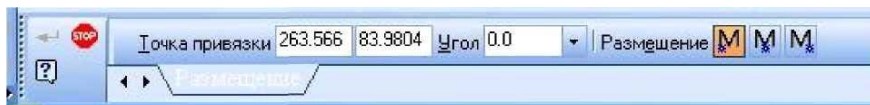

Рис. 3.16. - Панель свойств для указания размещения надписи на чертеже
- Кнопка **Ввод текста**. При вводе этой команды появляется изображение **Панели свойств** (рис. 3.16). Указав графическим курсором на рабочем поле положение начальной точки текста, фиксируем его нажатием левой клавиши мыши.